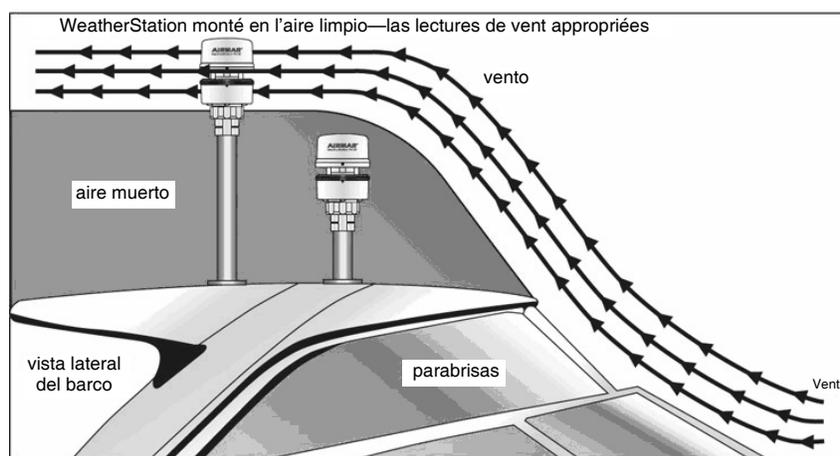

Figura 12. La elección del lugar de montaje en el vehículo/barco
*Mueva el WeatherStation Instrument más atrás y más alto (figura 12).*